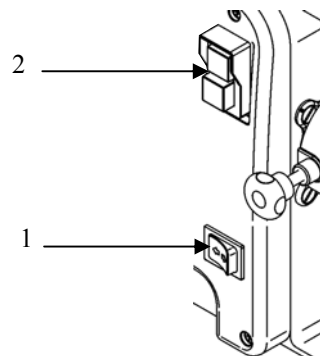

РИС. 8 - Положение органов управления
3. поместить продукт в воронку (8), затем включить машину с помощью кнопки «I» (поз. 2 - РИС. 8);
4. поднять пестик (7) и поместить продукт в емкость; использовать пестик только для того, чтобы поместить продукт в горловину, не прилагая при этом усилия;
6. По завершении резки остановить машину, нажав на кнопку остановки «0» (см. РИС. 8), затем снять и тщательно очистить горловину и все ее компоненты (см. РИС. 1).
7. В случае застревания или трудностей при измельчении выключить машину и нажимать с перерывами на кнопку «I» обратного хода (поз. 1 на РИС. 8); затем запустить машину с помощью кнопки пуска «I» (поз. 2 на РИС. 8).
3. поднять рычаг терки (14) и поместить продукт на горловину терки, закрепив его рычагом. Количество продукта, загруженного в горловину, должно быть таким, чтобы рычаг закрывался.
4. Удостовериться в том, что поддон (11) установлен надлежащим образом (полностью вставлен до соприкосновения с корпусом машины), чтобы микровыключатель срабатывал, делая возможным включение машины.
5. Включить машину с помощью кнопки «I» (поз. 2 - РИС. 8);
6. По завершении переработки остановить машину, нажав на кнопку остановки «0» (см. РИС. 8), затем снять и тщательно очистить горловину и все ее компоненты (см. пар. 6.2).
7. В случае застревания или блокирования валика выключить машину и нажимать с перерывами на кнопку «I» обратного хода (поз. 1 на РИС. 8); затем запустить машину с помощью кнопки пуска «I» (поз. 2 на РИС. 8).
- 1 нажать кнопку включения «I» (поз. 2 - РИС. 8) и кнопку остановки «0» (поз. 2 - РИС. 8);
- 2 проверить, изменяется ли направление вращения валика терки при нажатии кнопки изменения направления хода (поз. 1 - РИС. 8).